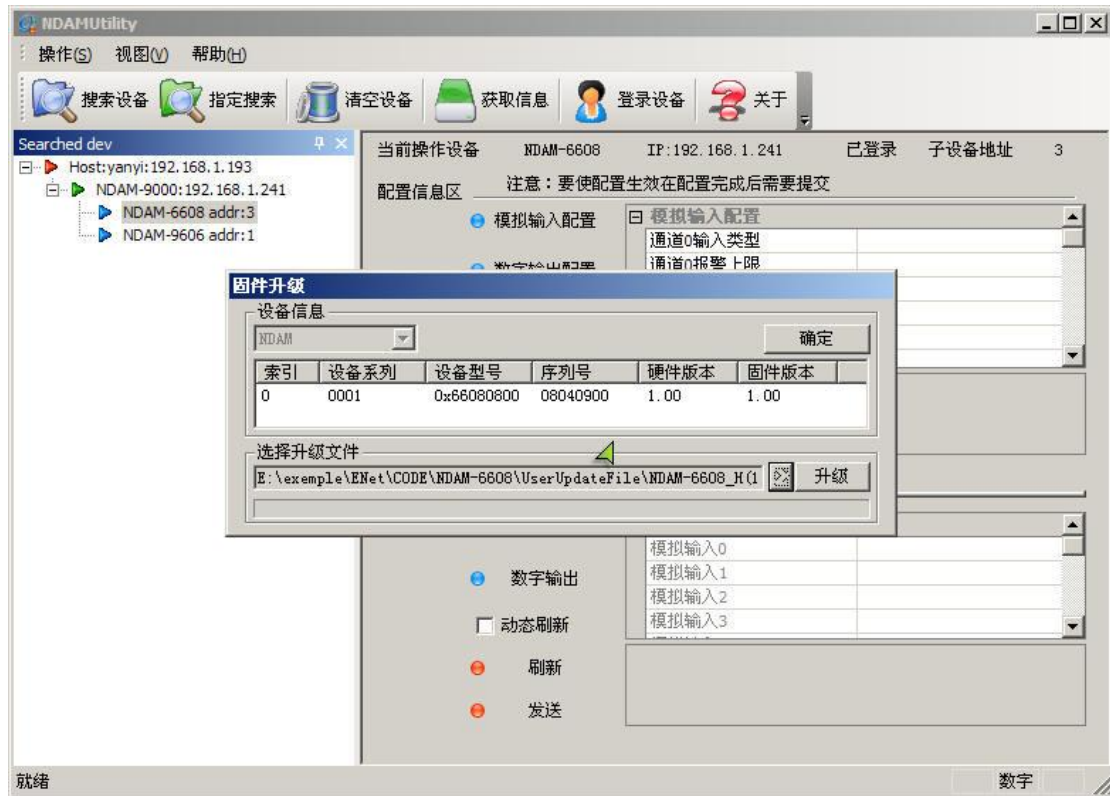

图 4.11 固件升级
- 3) 确定升级设备无误后，选择“是”，将弹出固件升级对话框，如图 4.11 所示；点击红色圆圈内“>>”（浏览）按钮，找到并打开固件文件，点击“升级”。